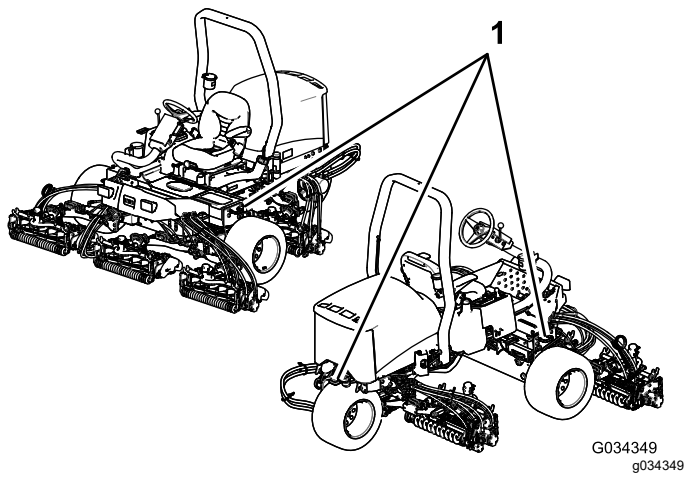

图 43
- 用箍带、链条、缆绳或绳索将机器固定牢靠。前后箍带都应从机器的下方向外伸出请参阅图 43。